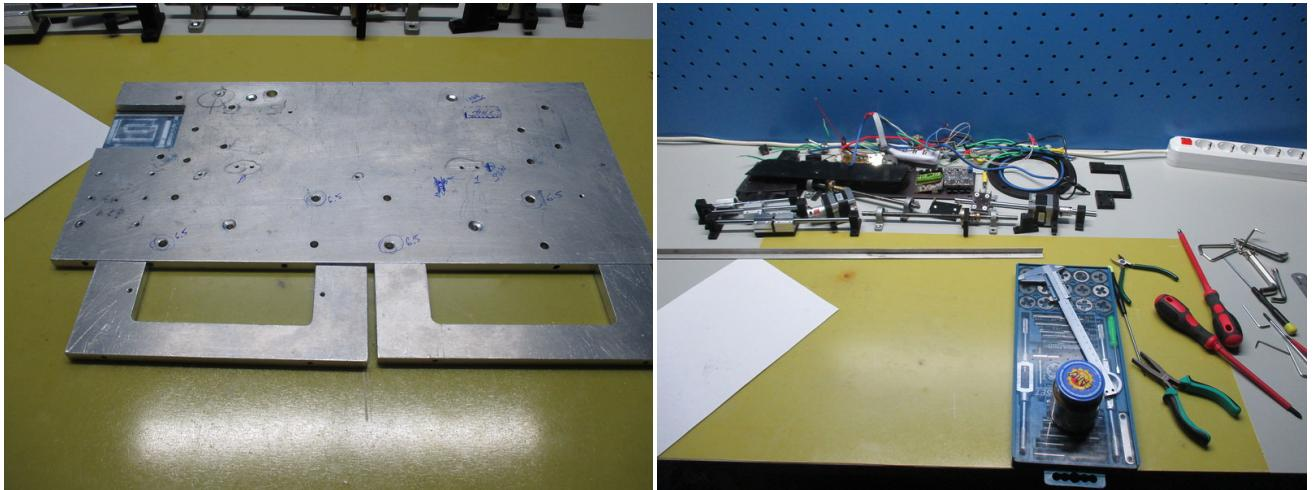

Рис. 31: Прибор в разобранном виде.
18. Отсоединить от панели ребра жесткости (см. рис. 31). При необходимости разобрать оставшиеся мелкие узлы прибора.